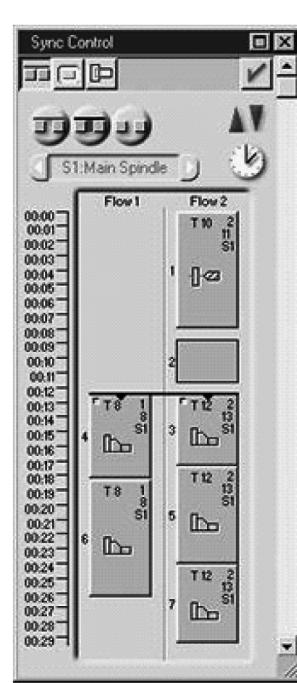

图7-20 程序同步
12) 选择操作3和操作4的上半部分,然后设置过程同步 P 。过程同步按钮会打开一个对话框,如果进行同步,将允许我们设置每个操作过程,如图7-20所示。